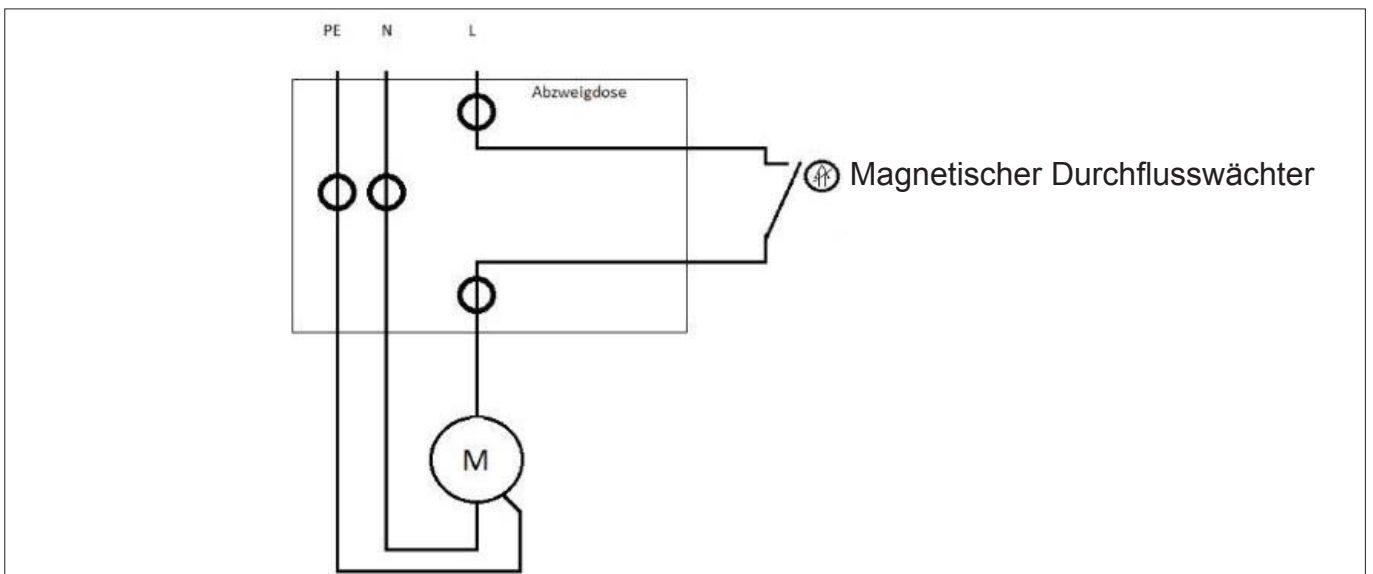

Abb. 11: Schaltplan Strömungsschalter
3. Verdrahten Sie die Umwälzpumpe in der Abzweigdose (siehe Schaltplan, Abb. 11 auf Seite 19).
6. Lösen Sie die Verdrahtung des Strömungsschalters (Pos. B) in der Abzweigdose (Abb. 11 auf Seite 19).
3. Verdrahten Sie den Strömungsschalter in der Abzweigdose (siehe Schaltplan, Abb. 11 auf Seite 19).